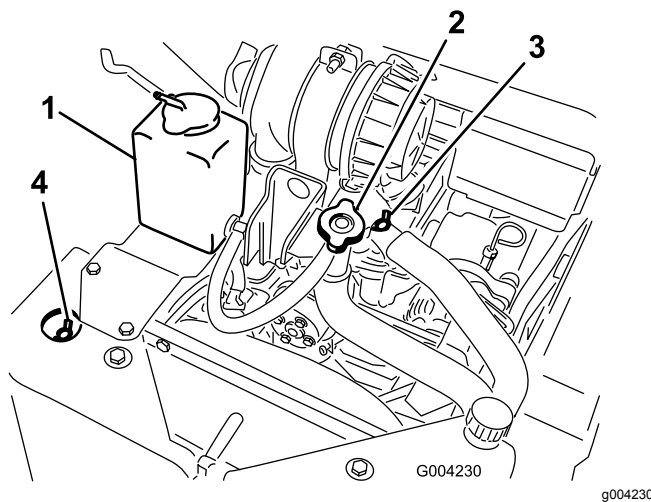

Bild 51
- A. Nehmen Sie den Kühlmittel-Fülldeckel ab (**Bild 51**).
- B. Öffnen Sie das vordere und obere Entlüftungsventil für das Kühlmittel (**Bild 51**).
- C. Füllen Sie Kühlmittel in den Füllstutzen ein, bis das Kühlmittel aus dem vorderen Entlüftungsventil für das Kühlmittel tritt (**Bild 51**).
- D. Schließen Sie das vordere Entlüftungsventil für das Kühlmittel (**Bild 51**).
- E. Füllen Sie Kühlmittel in den Füllstutzen ein, bis das Kühlmittel aus dem oberen Entlüftungsventil für das Kühlmittel tritt (**Bild 51**).
- F. Schließen Sie das obere Entlüftungsventil für das Kühlmittel (**Bild 51**).
- G. Füllen Sie Kühlmittel in den Füllstutzen, bis der Kühlmittelstand am Füllstutzen liegt (**Bild 51**).
- H. Setzen Sie den Kühlmittel-Fülldeckel auf (**Bild 51**).